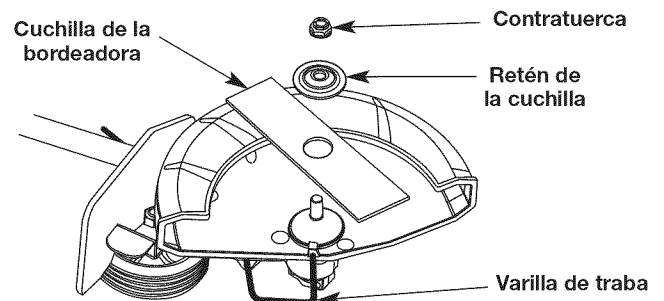

Fig. 9
4. Quite la varilla de traba. Quite la contratuerca, el retenedor de la cuchilla y la cuchilla de la bordeadora (Fig. 9). Guarde la contratuerca y el retén de la cuchilla para instalar la nueva cuchilla de la bordeadora.
5. Instale la nueva cuchilla de la bordeadora y el retén de la cuchilla y la contratuerca (Fig. 9).